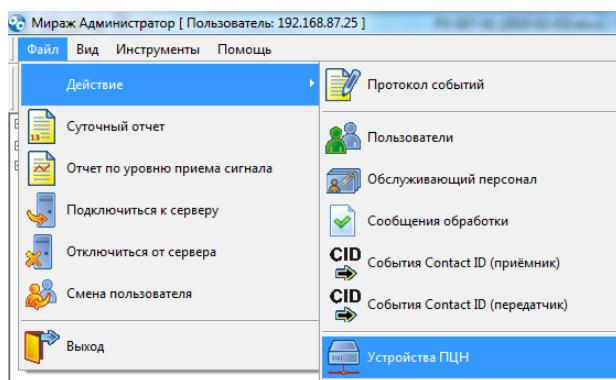

Рис. 7.1. Открытие окна Устройства ПЦН через меню
1. В основном окне программы Администратор нажмите кнопку  на панели инструментов **или** в меню Файл —> Действие выберите Устройства ПЦН (рис. 7.1).